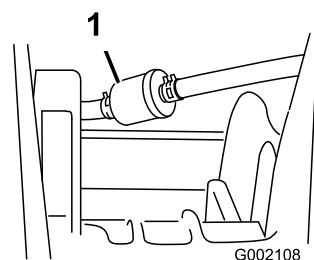

Figura 37
3. Rimuovete i dispositivi di fermo che fissano il filtro del carburante ai tubi di alimentazione (Figura 37).